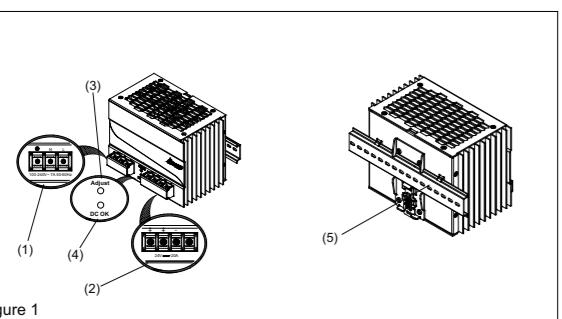
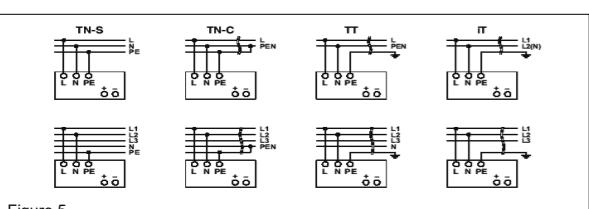

Figure 1
Figure 5
2. Gerätebeschreibung (Abb. 1)
5.1. Anchluss der Eingangsklemmen (Abb. 1, Abb. 5)
5.1. Input connection (Fig. 1, Fig. 5)